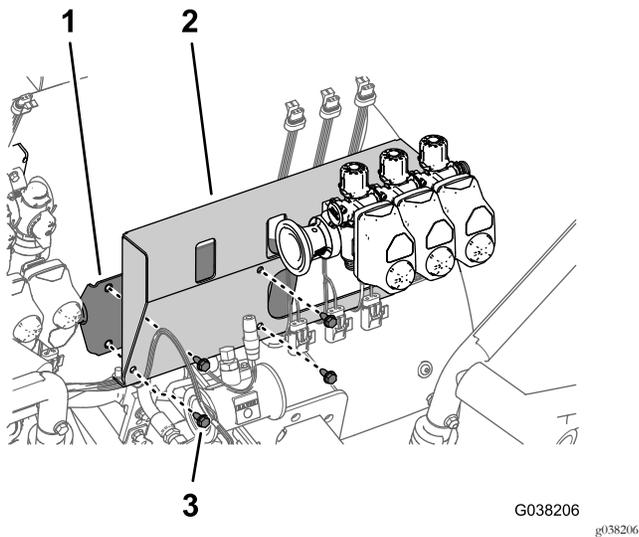

Figure 49
1. Alignez les 4 trous de la patte de fixation de la vanne de section et les 4 trous du support (Figure 49).
2. Fixez la patte de la vanne de section sur le support (Figure 49) à l'aide des 4 boulons à embase (5/16" x 3/4") que vous avez retirés à l'opération 1 de Dépose des vannes de section de rampe, les flexibles d'alimentation et le support de vanne de section (page 12).